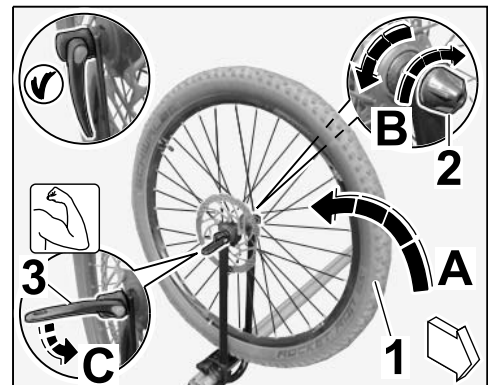

Figura 29
6.2.4 Desmontar la rueda delantera de la bicicleta y colocarla en la horquilla del soporte de rueda delantera (⇒ *Figura 29-A*).
6.2.5 Accionar el cierre de acoplamiento rápido de la rueda delantera (⇒ *Figura 29-B y C*).